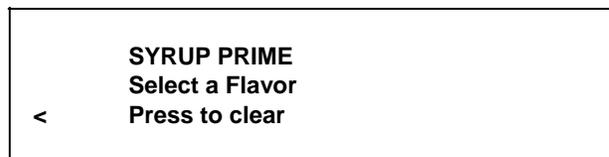

Figura 35
23. Pressione o símbolo CALIBRAR **Error!** para entrar no modo de ABASTECIMENTO DE XAROPE. (Veja a Figura 35.)